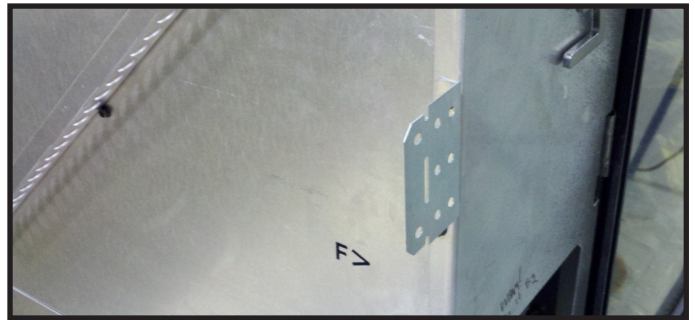

Figure 6.5 Languettes à clouer pliées vers l'extérieur pour l'installation
- Recourbez de 90 degrés vers l'extérieur, les languettes à clouer. Voir la figure 6.5.